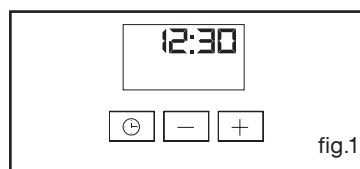

fig.1
L'afficheur clignote à 12:00 (fig.1).
Le sélecteur de fonction doit obligatoirement être sur la position 0 (fig.1).
Celle-ci ne doit pas clignoter (fig.1).
- Choisissez le mode de cuisson souhaité et ajustez la température (fig.1).